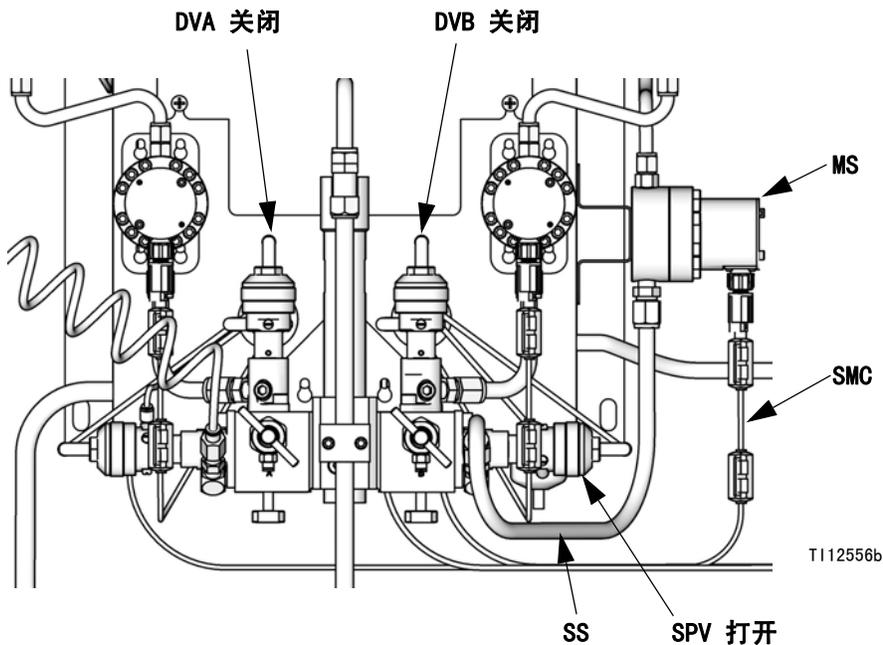

图 121. 溶剂入口设置
1. 参见图 121。在流体盘侧安装溶剂流量计（MS），如 ProMix 安装手册中所述。